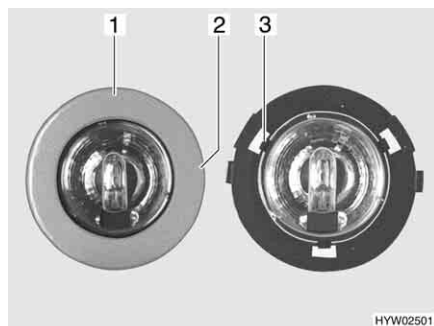

Fig. 241 Lampada alogena a incasso
- Girare lentamente il diaframma (Fig. 241,1) finché il nasello (Fig. 241,2) dell'involucro non si arresta a scatto nella scanalatura sottostante del diaframma.
- Tre graffe (Fig. 241,3) tengono ferma la lastra di vetro della lampada alogena nell'involucro. Spingere di lato una delle tre graffe.